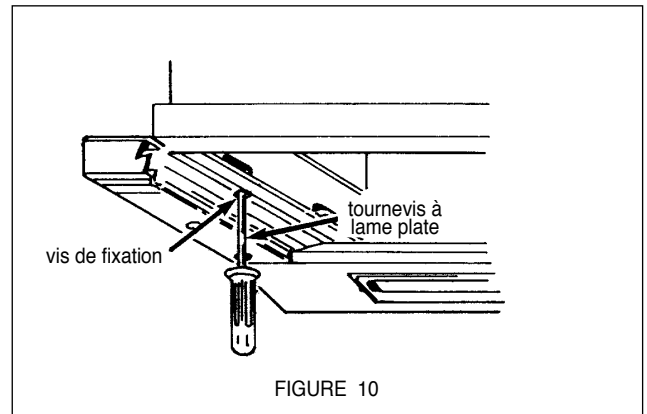

FIGURE 10
6. À l'aide d'un tournevis à lame plate, serrer les fixations pour mettre bien en place la hotte, au bas de l'armoire et pour éliminer l'espace entre la hotte et le bas de l'armoire, tel qu'il est indiqué à la FIGURE 10.